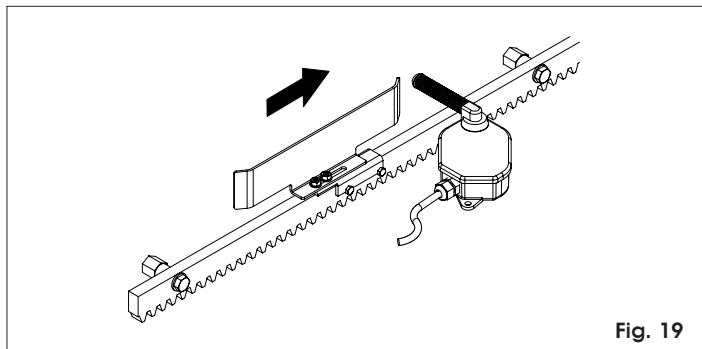

Fig. 19
- 5) Faire glisser la plaquette sur la crémaillère dans le sens d'ouverture (Fig.19).